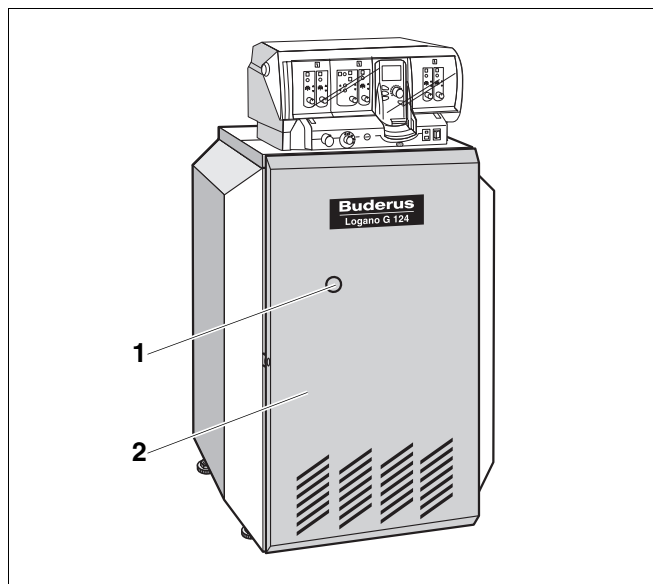

Fig. 5 Înlăturarea deranjamentelor arzătorului
În cazul unei defecțiuni la arzător (Fig. 5, **Poz. 1**) se aprinde ledul de avertizare de la cazanul de încălzire.
- Apăsați butonul de resetare al arzătorului (Fig. 5, **Poz. 1**) prin gaura existentă în calota arzătorului.